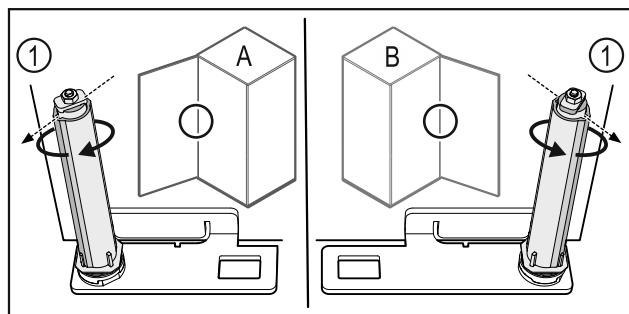

Fig. 56 Vänsterhängd (A)/högerhängd (B)
- Vrid låssystemet mot motståndet, tills låssystemets klack Fig. 56 (1) är vänd utåt.